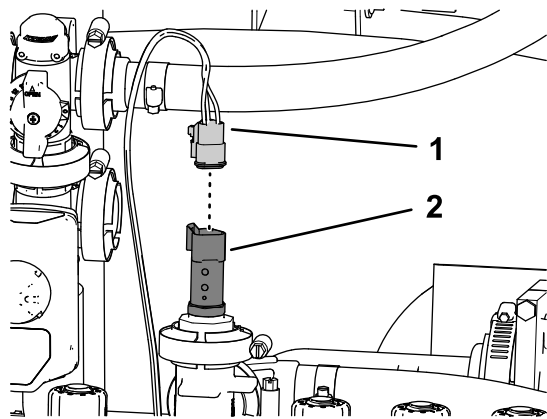

图131
- 将标有压力传感器绿色楔块的 61cm 套件线束支管的 3 插槽接头插入压力传感器的 3 针接头图131。